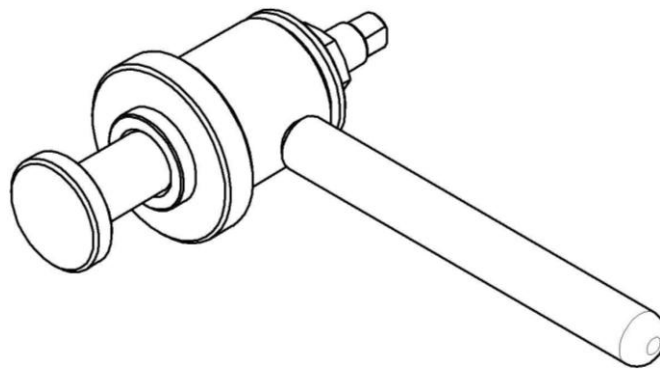

Рис. 8. Приспособление для запрессовки манжет.
- Для качественной запрессовки необходимо использовать специальное приспособление (рис. 8).